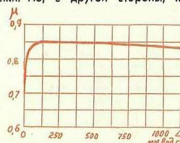

Рис. 1.
Рамы прицепа (рис. 1). Для рамы использованы водопроводные трубы диаметром 3/4 дюйма и пять поперечин (1) из углового железа 40×40. Две из них (последние) имеют длину 1680 мм и изогнуты по форме дна и бортов лодки «казанка». Перед изгибом поперечины проливаются, как указано на рисунке, заплюнкой металлическими вставками и завариваются.
фициент расхода  $M$  зависит от перепада давления  $\Delta P$  в диффузоре. Эта зависимость выражается кривой, изображенной на рис. 1.
Из этого следует, что изменяя положение дросселя, мы тем самым изменяем расход воздуха, проходящего через карбюратор, не прямо пропорционально открытию дроссельной заслонки, а с учетом коэффициента расхода воздуха  $M$  (см. рис. 1). Независимо от того, плохо ли был открыт дроссель или резко, в первый момент изменения его положения коэффициент будет минимальным и равным приблизительно 0,73. Тем самым количество воздуха, поступающего в цилиндры, мгновенно уменьшится. Казалось бы, смесь должна переобогатиться, тем более, что при резком открытии дросселя дополнительно подает топливо также и ускорительный насос. Но на самом деле в цилиндры поступает обедненная смесь. И происходит это вследствие оседания большого количества топлива за диффузором на стенках в виде пленки.